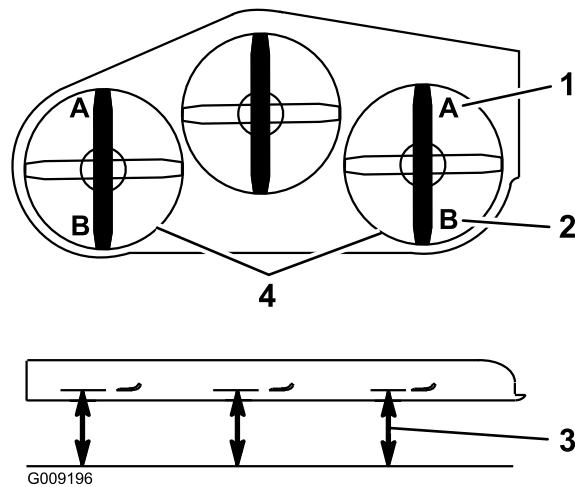

Figura 93
- 9. Su ambo i lati del piatto di taglio, misurate dalla superficie piana all'estremità anteriore della lama (posizione A), come illustrato nella Figura 93.
16. Su ambo i lati del piatto di taglio, misurate dalla superficie piana all'estremità posteriore della lama (posizione B), come illustrato nella Figura 93.